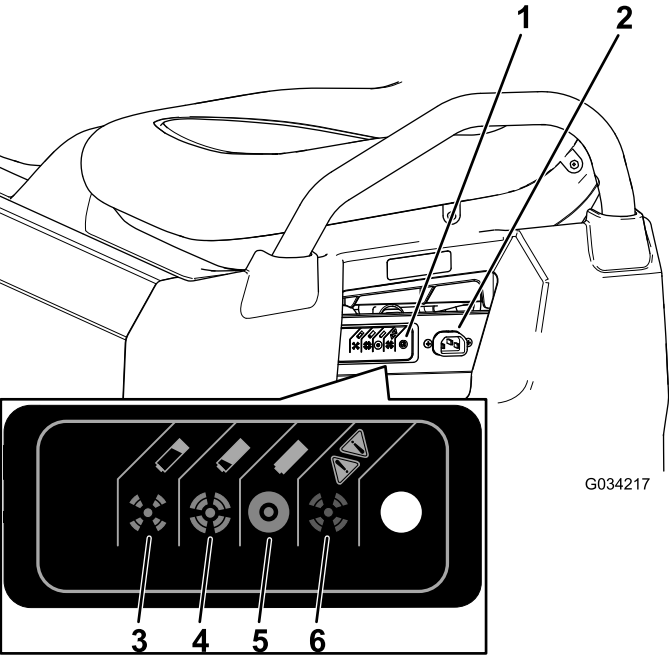

Figura 40
- Conecte un **cable de cargador de calibre 16 (o de un diámetro mayor), de 8.2 pies (2.5 m) o menos** al conector de carga de la máquina (Figura 40).
Consulte la tabla siguiente y Figura 40 para obtener más información sobre el significado de los diferentes colores de la luz de estado del cargador.